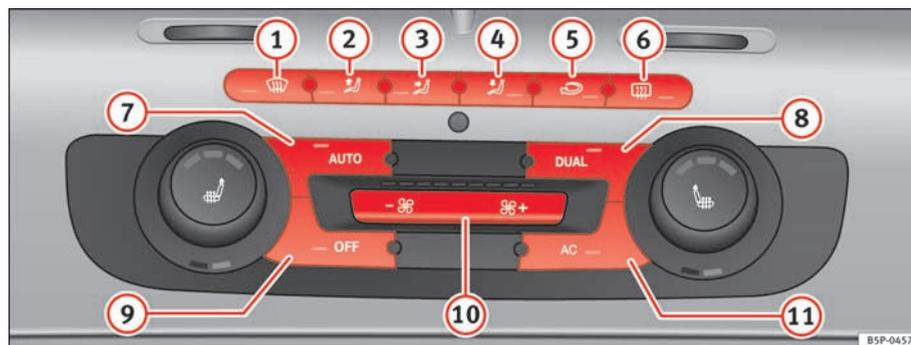

Fig. 129 Mandos del 2C-Climatronic en el tablero de instrumentos
- Gire las rullas de regulación de temperatura ⇒ página 166, fig. 129 ⑨ ó ⑭ para ajustar la temperatura del lado izquierdo y derecho respectivamente.
- Pulse la tecla  ⇒ página 166, fig. 129. Aparece “AUTO High” en el display de la radio (velocidad de turbina alta).
- Pulse de nuevo la tecla  ⇒ página 166, fig. 129. Aparece “AUTO Low” en el display de la radio (velocidad de turbina baja).